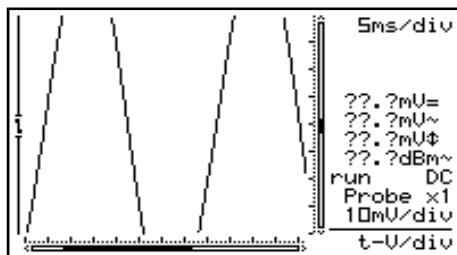

Fig 28
- Se il segnale esce dallo schermo o è troppo debole per essere correttamente visualizzato, il corrispondente readout mostra ??? (vedere fig 28)